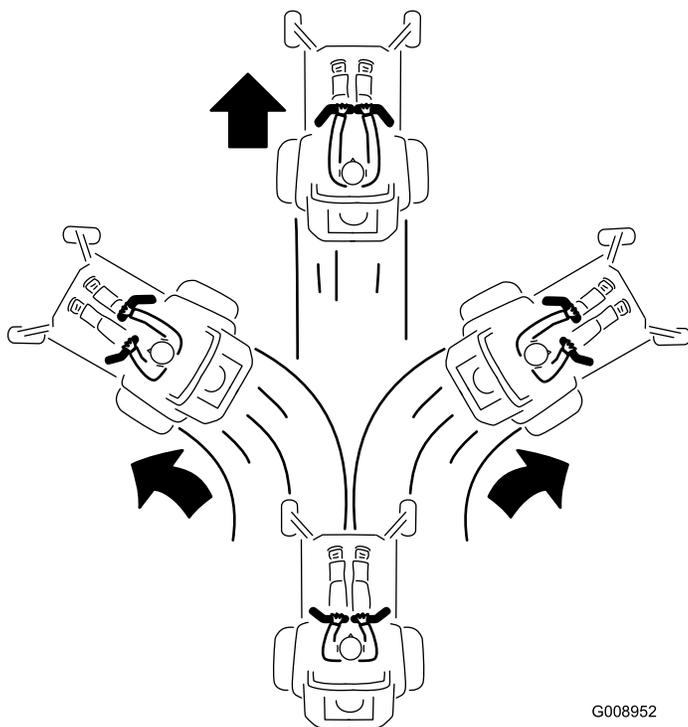

Bild 25
3. Drücken Sie die Fahrtriebshebel langsam nach vorne, um vorwärtszufahren (Bild 25).